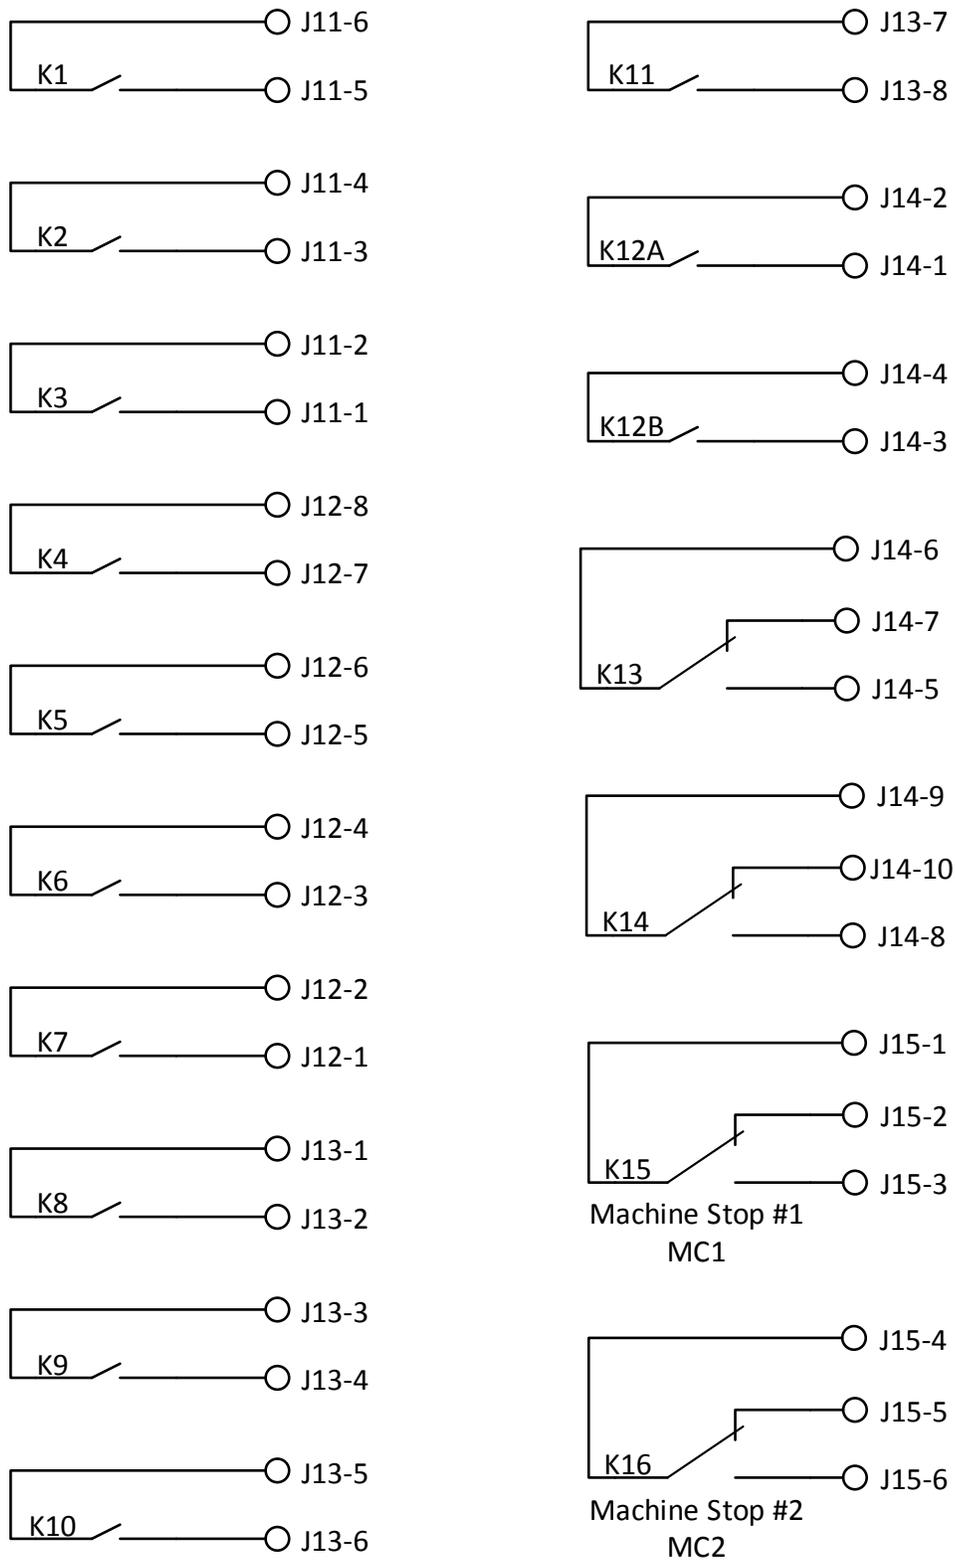

Abbildung 4: Schaltplan für Relais der CPU-Platine
Die CPU-Platine des *inTeleSmart2* enthält 16 Relais. Zwei dieser Relais (K15 und K16) werden für den Maschinenstopp (MC) verwendet (siehe Abschnitt 4.5), die anderen beiden Relais (K13 und K14) sind Form-C-Flipfoprelais. Alle anderen Relais (K1–K12) sind Schließerrelais, wobei K1–K11 Relais mit einem Eingang sind und K12 ein Relais mit zwei Ausgängen ist. Abbildung 4 zeigt die Relaisverdrahtung für alle Relais auf der CPU-Platine.
Der *inteleSmart2* kann so verdrahtet werden, dass verschiedene Grade der Isolation erreicht werden. Wenn das Gerät ohne Anschlusskabel oder Verbindungsoption bestellt wird, kann der Benutzer die Relais entsprechend dem erforderlichen Isolationsgrad verdrahten. Dies kann unter Bezugnahme auf die Schaltpläne in Abbildung 4 für die Hauptplatine und Abbildung 6 für die Erweiterungsmodule durchgeführt werden.